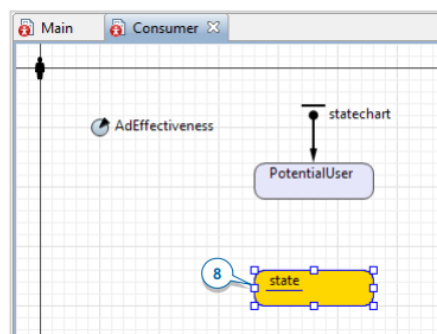

Рисунок 3.9 – Діаграма стану споживача
8. Додайте інший стан у діаграму станів споживача (рис. 3.9).